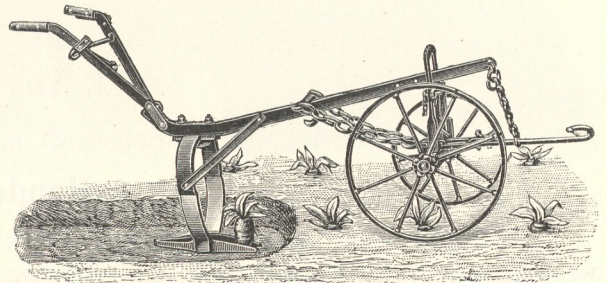

Fig. 856. Rübenhebe pflug von Rud. Sack, Leipzig-Plagwitz.
a) **Einreihige Rübenheber**. Entweder ist das Schar so eingerichtet, daß es die Rüben nur von einer Seite „untergreift“, oder die Rüben werden etwa in ihrer Mitte durch Zinken wie zwischen einer Gabel gefaßt (Fig. 856). Die Zinken steigen nach hinten an und drängen dadurch bei ihrer Fortbewegung die Rüben aus ihrem Standort heraus. Haben die Rüben die schrägen Flächen der Zinken passiert, so sinken sie, aus ihrer Verbindung mit dem Boden losgelöst, in ihre frühere Lage zurück, so daß sie dann bequem mit der Hand herausgenommen werden können. Bei den Maschinen der ersteren Art geht das Hebeschar 20—22 cm tief in den Boden und lockert ihn so sehr, daß eine schwierigere Abfuhr der Rüben und auch eine bessere Entwicklung der den Rüben feindlichen Nematoden mit dieser tiefen Lockerung verbunden ist. Die Maschinen mit zwei Scharen arbeiten nur bis zu einer Tiefe von etwa 13 cm, wobei dann auch die erforderliche Zugkraft und die Bodenlockerung verhältnismäßig gering ist.